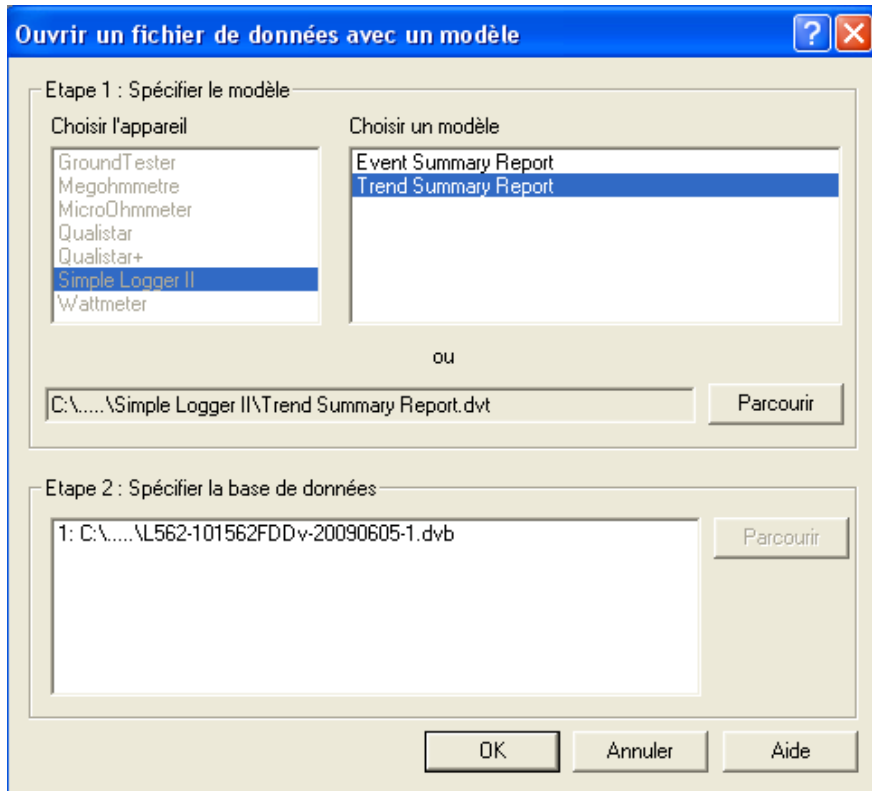

Figure 2-9
- 5) en répondant "OUI", la fenêtre principale de DataView® est ramenée en arrière plan et fait place à une nouvelle fenêtre d'aide à la définition de nouveaux tracés à partir de modèles prédéfinis (voir figure 2-9 ci-dessous) ;